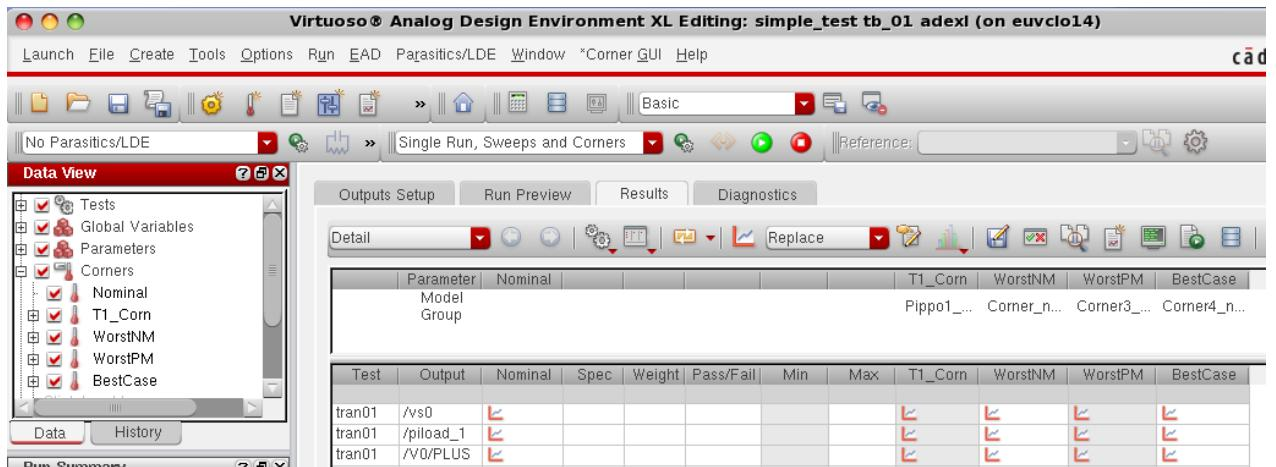
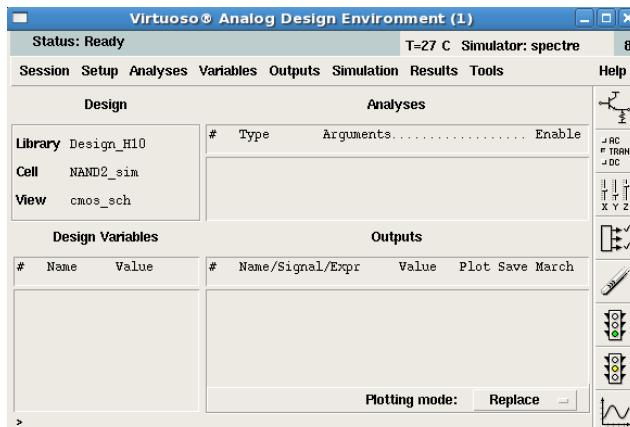

Рис. 5.7. Примеры заполненной графической формы ADE-XL .
Рис. 5.8. Главное окно ADE сразу после запуска.
4) Задать тип анализа и опции моделирования. В качестве примера рассмотрим временное моделирование для выбранной тестовой схемы. Для этого нужно выбрать пункт меню *Analyses->Choose...* и в открывшемся окне задать тип анализа, точность моделирования, а также все необходимые опции (рис. 5.7). Кроме того, если в проекте используются переменные, то их также следует задать с помощью пункта меню *Variables->Edit....* Для отображения на графике выводов схемы выбрать пункт меню *Outputs->To Be Plotted->Select On Schematic* и указать на схеме нужные цепи (рис. 5.8).